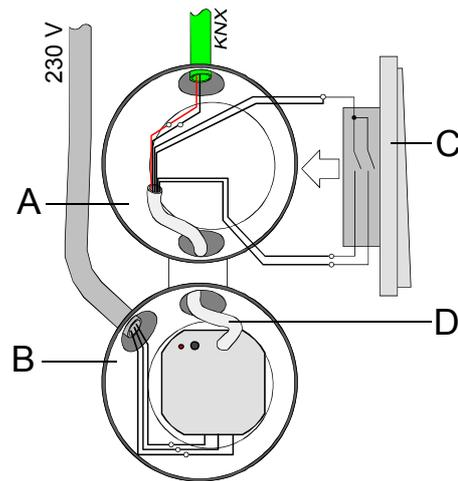

Bild 1/ Figure 1
Es wird empfohlen, den Aktor in zwei miteinander verbundene Unterputz-Dosen zu installieren (vgl. Bild 1). Die eine Dose (A) kann neben dem Bus- und Nebenstellenanschluss auch z. B. einen Serienschalter (C) aufnehmen. Die andere Dose (B) nimmt den Aktor und die 230-V-Klemmen auf. Die 6polige Anschlussleitung (D) wird durch die Dosenverbindung geführt.
It is recommended that the actuator is installed in two flush sockets connected to one another (cf. fig. 1). One socket (A) can accommodate, e.g., a series switch (C) as well as the bus and extension connection. The other socket (B) accommodates the actuator and the 230 V terminals. The 6-pole connection lead (D) is guided through the socket connection.